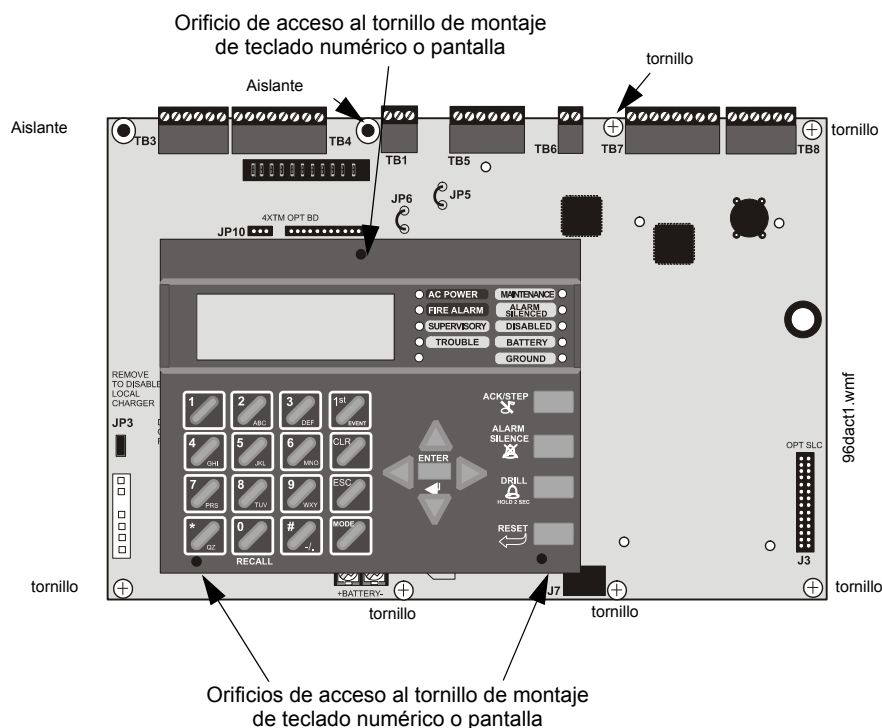

Figura 2.10 Remoción del teclado numérico o la pantalla
2. Quite todos los tornillos de montaje de la placa de circuitos principal (6 ubicaciones) y los aislantes del módulo 4XTMF (2 ubicaciones), desconecte el cable de suministro eléctrico de J1 y levante el montaje de la placa de circuitos principal del chasis (consultar la figura 2.10)